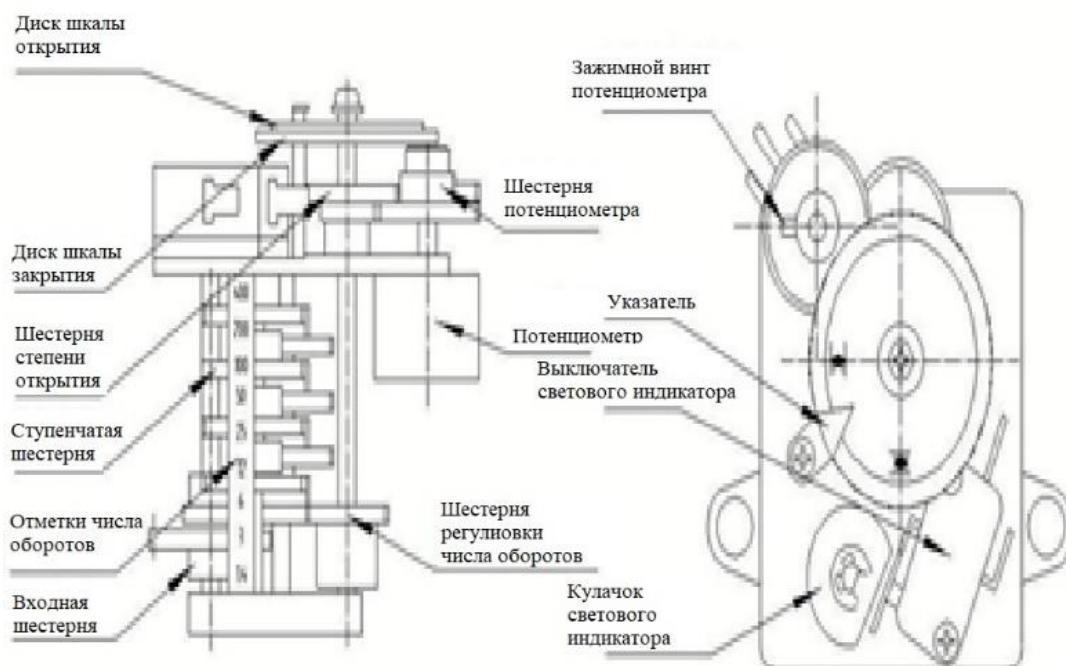

Рис. 4. Механизм индикации степени открытия
8.3 Регулировка механизма индикации степени открытия (см. Рис. 4).